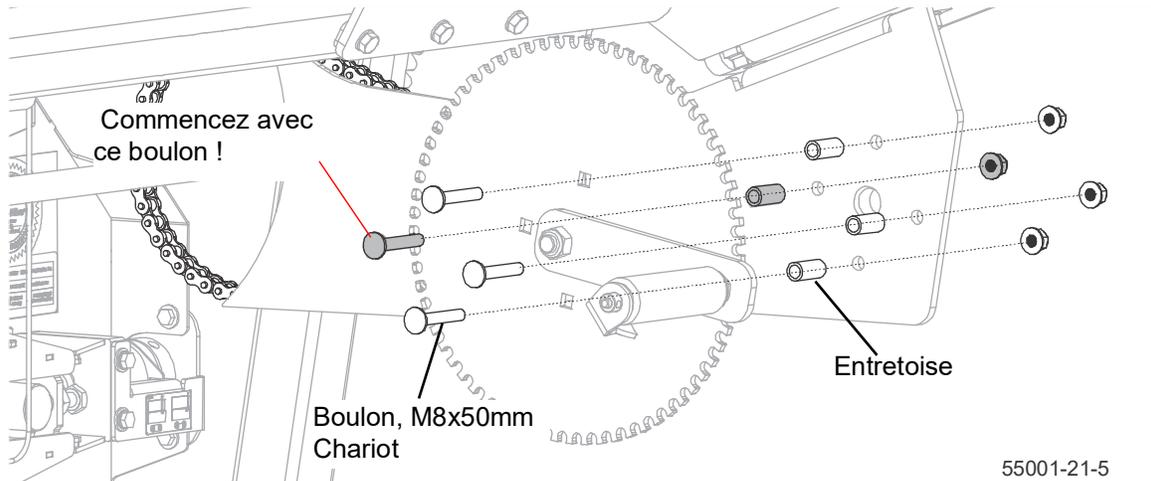

FIG. 3-31
1. Placez les boulons à travers la plaque de réglage. Voir Figure 3-31.